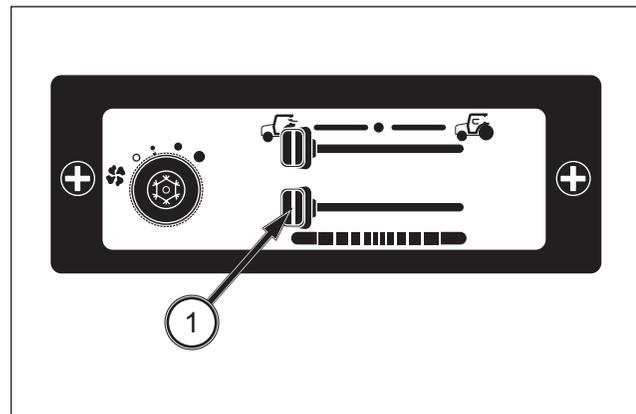

FIG. 136
**FIG. 136** : Réglez la température de l'air en déplaçant le levier de réglage de la température (1) de FRAIS (à gauche) à CHAUD (à droite) ou entre ces deux positions.